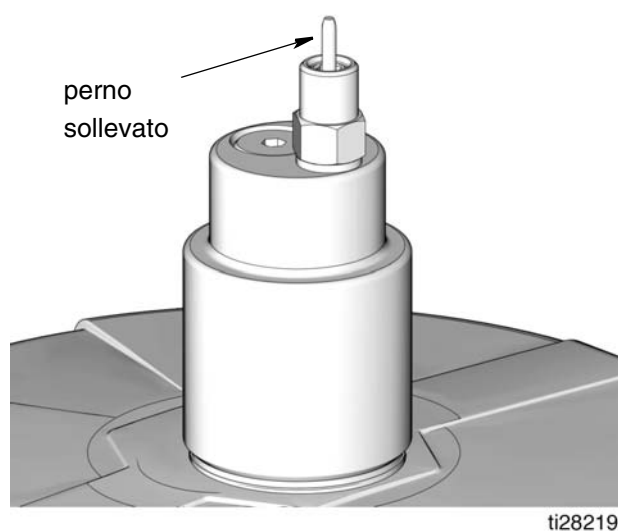

FIG. 26
3. Rimuovere il coperchio antipolvere giallo dal giunto di riempimento (M).
4. Collegare il flessibile di alimentazione (J) tra la pompa della stazione di riempimento remoto (F) e l'attacco del giunto di riempimento contrassegnato con "1".
5. Avviare la pompa della stazione di riempimento remoto (F).
6. Quando il serbatoio G3 (D) è pieno:
- la pompa della stazione di riempimento remoto (F) entra in stallo (punti morti),
- il perno del dispositivo di intercettazione riempimento automatico (B) sale verso l'alto come illustrato in FIG. 26,
- il manometro della pressione (R) aumenta fino al valore impostato nella pompa di riempimento.